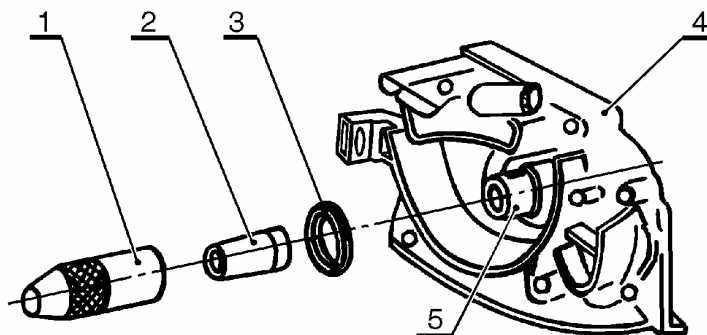

Рис.15. Установка сальника коленчатого вала:
6.2.2 Смазать рабочую кромку сальника моторным маслом и установить через переходную втулку 2, рис.15, сальник 3 коленчатого или распределительного вала (молоток, оправка 67.7853-9580/01, втулка 67.7853-9580/02, масло моторное в соответствии с Приложением 1 действующих "Норм расхода материалов для ТО и ремонта автомобилей ВАЗ", норма расхода – 3 г).